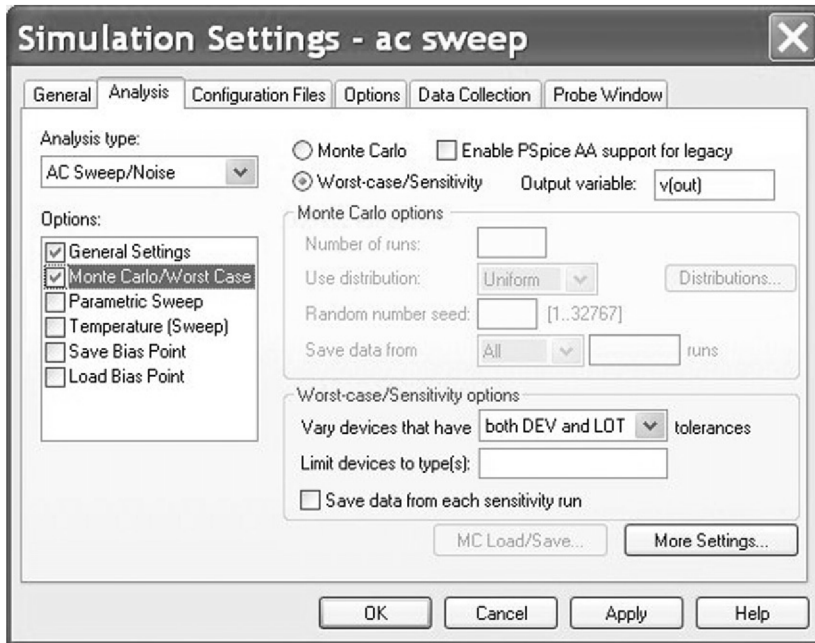

图 11.8 设置最坏情况分析
6. 如图 11.8 所示, 在仿真设置窗口的 **Options** 选项中选择 **Monte Carlo/Worst Case** 并且把 **Output variable** 输出变量设置为 **V(out)**。然后单击 **Apply** 按钮对仿真设置进行确定, 切记不要退出仿真设置。